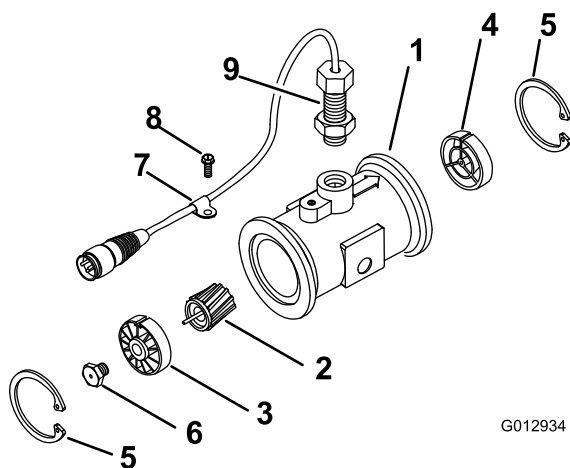

Figure 67
3. Déposez la bague de retenue en amont (Figure 67).